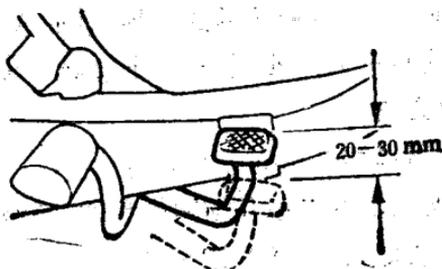

图 1-4
(8) 检查后制动踏板自由间隙，如图1-4所示，一般应为20~30mm，最多不要超过35mm，小于20mm也不好。因为右脚经常处于踏板的上方，随着车的上下颠簸，脚尖很容易踏上